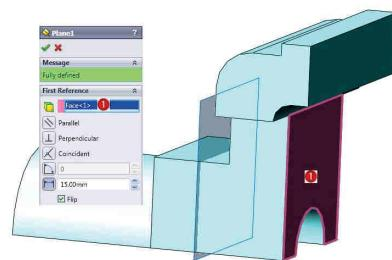

Fig. 2.28
**12 Creare plan de referință:** comanda **Plane** - Fig. 2.28 – Selectie față ① / activare opțiune **Offset distance** / specificare valoare 15 / activare opțiune **Flip** /  .
**12 Creation of the reference plane:** the **Plane** command - Fig. 2.28 – Select the face ① / activate the **Offset distance** option / set 15 value / activate the **Flip** option /  .